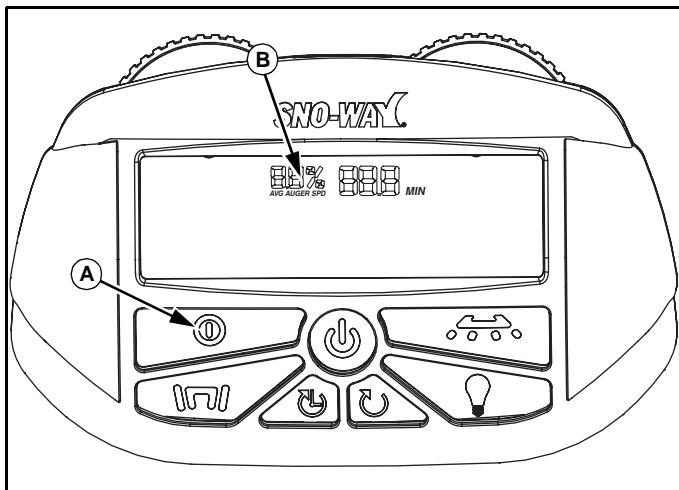

Abb. 1-8
Beim ersten Einschalten des Steuergeräts beginnt es im Pausen-Modus. Drücken Sie die Pause-/Run-Taste ① (A) während der Streuer läuft, um ihn in den Pausen-Modus zu setzen. Der Schnecken- und Rotormotor hören zu drehen auf; der Vibrator und das Befeuchtungssystem schalten ab. Die Anzeige auf der Steuerung zeigt die durchschnittliche Schneckengeschwindigkeit (B) und die Haupt-Timer-Stufe an; der Timer wird jedoch gestoppt, da die Schnecke gestoppt wird. Die Schnecken- und Rotordrehknöpfe können im Pausen-Modus eingesetzt werden und die Schnecken- und/oder Rotoranzeige leuchtet auf und zeigt die Motordrehzahlstufe an. (Siehe Abb. 1-8.)